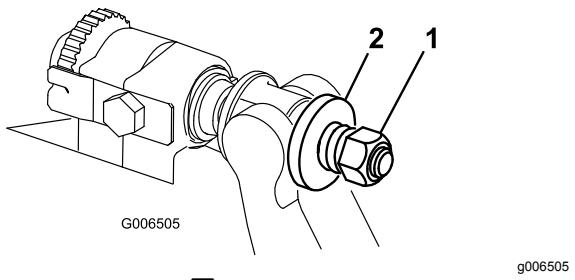

图 20
6. 旋紧弹簧加压螺母直到弹簧完全压紧然后往回松开 1/2 圈 图 20。